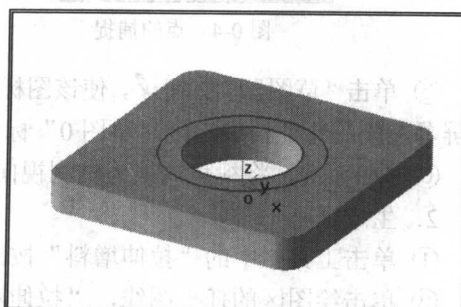

图 0-11 绘制草图
② 单击工具栏中的“圆”按钮，拾取坐标原点为圆心，按 **Enter** 键，在数据输入框中键入 25、按 **Enter** 键，键入 35、按 **Enter** 键，在绘图区出现 R25 和 R35 的两个圆，单击右键结束命令，绘制结果如图 0-11 所示。